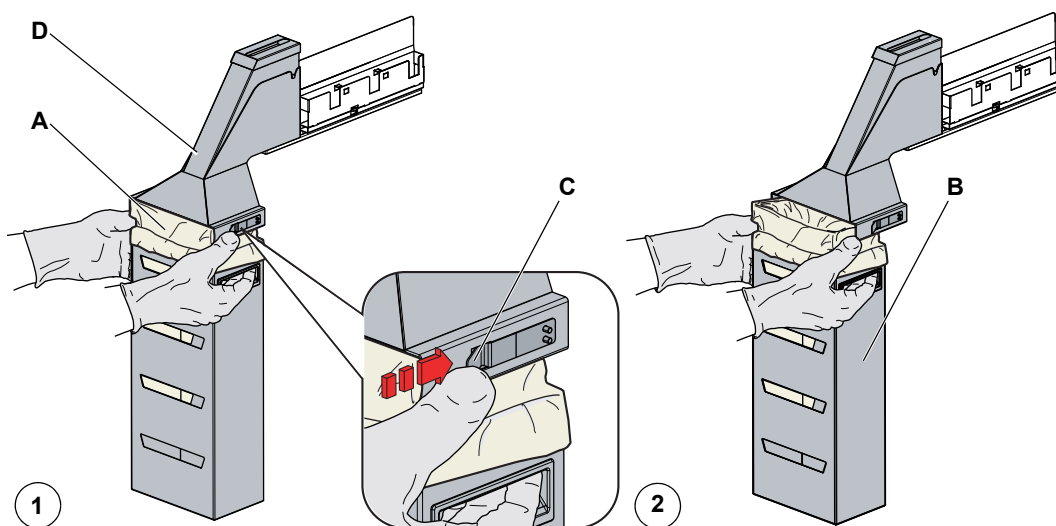

Fig. 7-9 Changement du sac d'évacuation
- 1 Levez la fixation (C) pour retirer le châssis du sac (B)  Fig. 7-9 ,  7-20.
- 2 Retirez et jetez le sac d'évacuation (A) de manière appropriée  Fig. 7-9 ,  7-20.
- 3 Installez un nouveau sac d'évacuation DiTi (A) dans le châssis (B)  Fig. 7-9 ,  7-20.
- 4 Installez le châssis du sac (B) sur la goutlotte d'évacuation des DiTi usés  Fig. 7-9 ,  7-20.